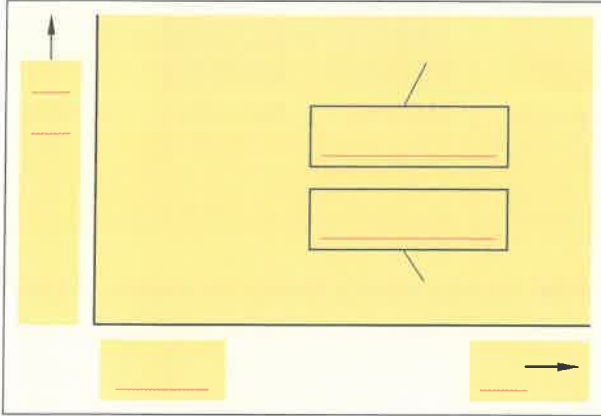

Bild 1: Magnetisierungskennlinien
- Das **Bild 1** stellt den Verlauf der Abhängigkeit der magnetischen Flussdichte B von der Feldstärke H dar.
- Tragen Sie in das **Bild 1** die notwendige magnetische Feldstärke (H_1) für eine wirtschaftliche Magnetisierung von Eisen mit der dazugehörigen magnetischen Flussdichte (B_1) ein.